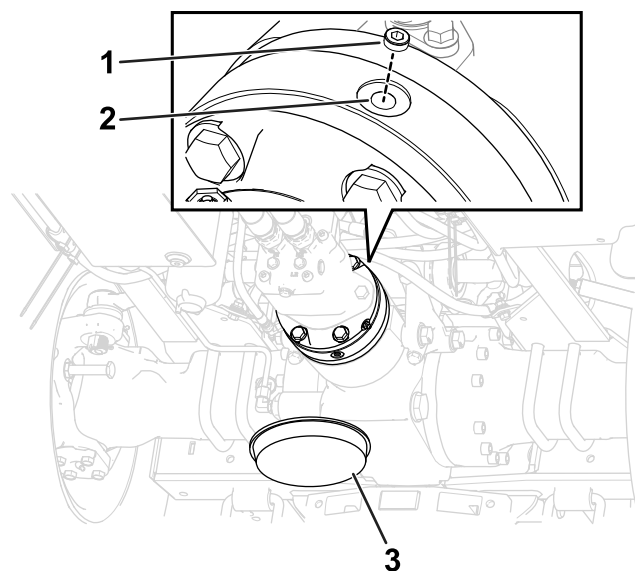

Figura 104
5. Rimuovete il tappo di riempimento nella parte superiore dell'alloggiamento del freno (Figura 104).
7. Montate il tappo di riempimento nel relativo foro (Figura 104).